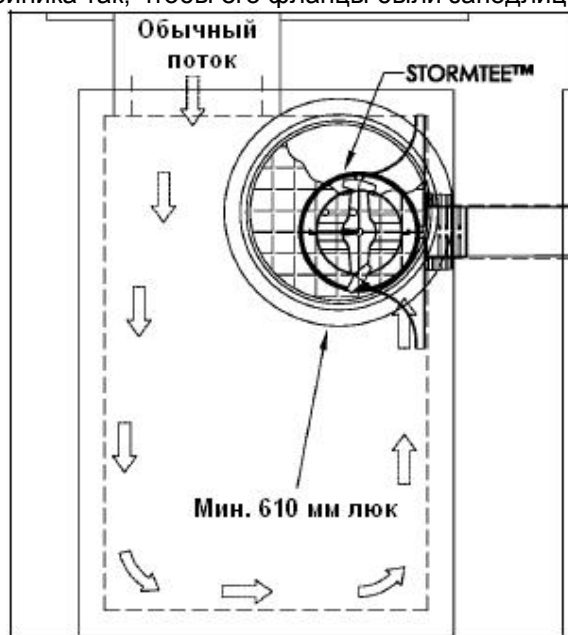

Рис.3.
Фильтр StormTEE™ должен иметь непосредственный доступ прямо над собой для осуществления его обслуживания и замены при необходимости. (См. Рисунок 3).
4. Вставьте картридж фильтра StormTEE™ в верхний отвод. Поместите отвод и фильтр в нижний отвод, при этом ручки щетки должны располагаться, так, чтобы обеспечить доступ для очистки StormTEE™. (См. Рисунок 3).